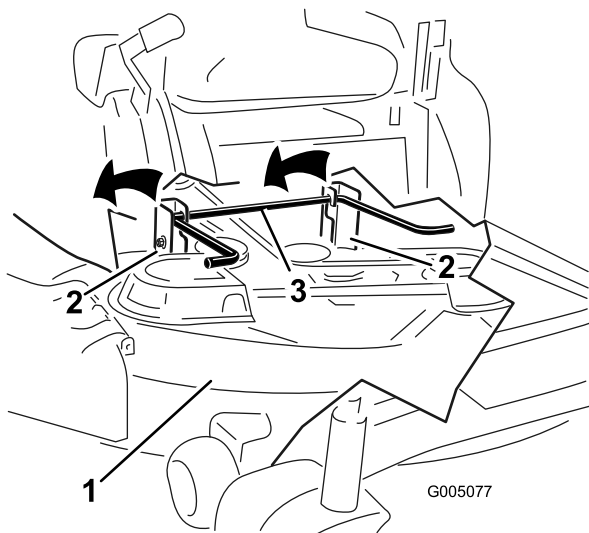

Figura 59
5. Alzate il tosaerba e i supporti di sostegno dall'asta di sollevamento posteriore e abbassate con cautela il tosaerba al suolo (Figura 59).
5. Alzate la parte posteriore del piatto di taglio e guidate i supporti di sospensione lungo l'asta di sollevamento posteriore (Figura 59).